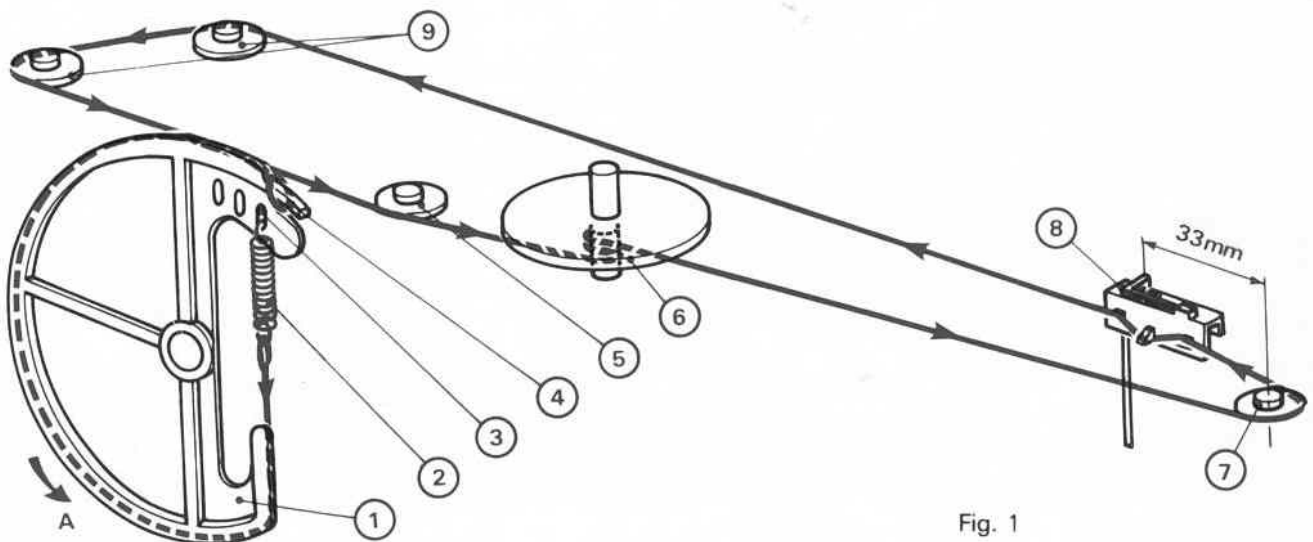

Fig. 1
- 3°) Tourner la poulie (1) dans le sens de la flèche A jusqu'en butée (Fig. 1).
- 4°) Effectuer une boucle à l'une des extrémités du cordonnet et fixer la seconde au ressort (2).
- 5°) Accrocher l'extrémité libre du ressort (2) dans le trou(3).
- 6°) Passer le cordonnet sur les poulies (1) et (5), puis effectuer 2 tours sur l'axe(6).
- 7°) Passer sur les poulies (7) et (9), puis accrocher la boucle du cordonnet dans l'encoche(4).
- 8°) Placer l'aiguille indicatrice(8) à 33 mm de l'axe de la poulie (7).